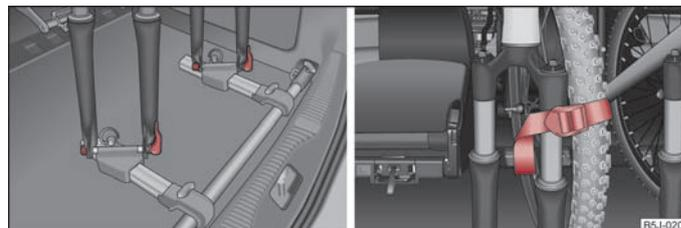

Abb. 55 Fahrrad einsetzen / Befestigung des Vorderrads
- Die Fahrradgabel auf die Befestigungsachse aufsetzen und mit dem Schnellspanner festziehen ⇒ Abb. 55 - links.
- Schieben Sie das herausgenommene Vorderrad am besten zwischen die Kurbel des linken Pedals und den Fahrradrahmen; befestigen Sie es mit einem Gurt an der Vordergabel ⇒ Abb. 55 - rechts, bzw. an einem Befestigungspunkt.